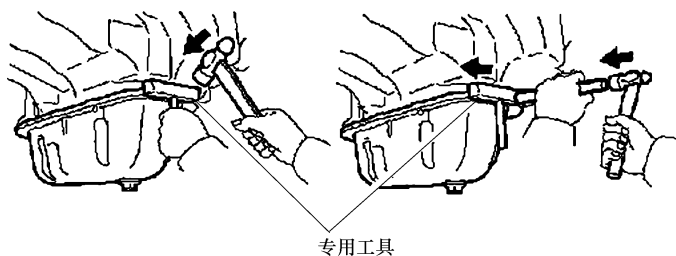

图 22-13 用专用工具 (SST) 去除油底壳的油封
② 按照图 22-13 所示，用专用工具（SST）去除油底壳的油封，拆卸 2 号油底壳。